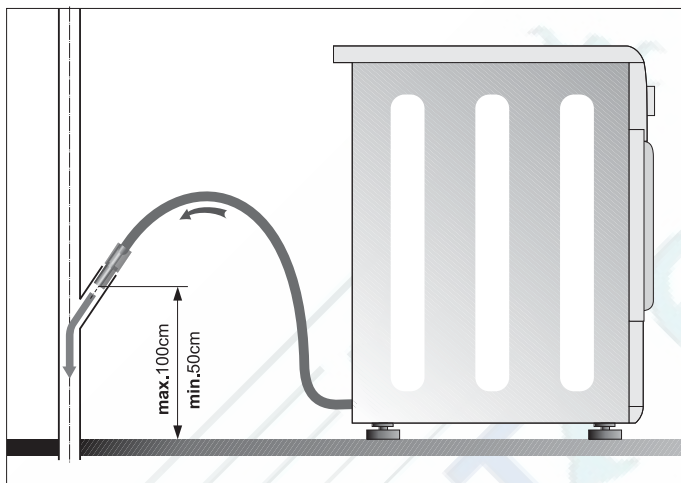

Рис. 13
- ❑ наконечник шланга следует установить в ванне или в специальной фасонной трубе канализации (рис. 13 и 14)